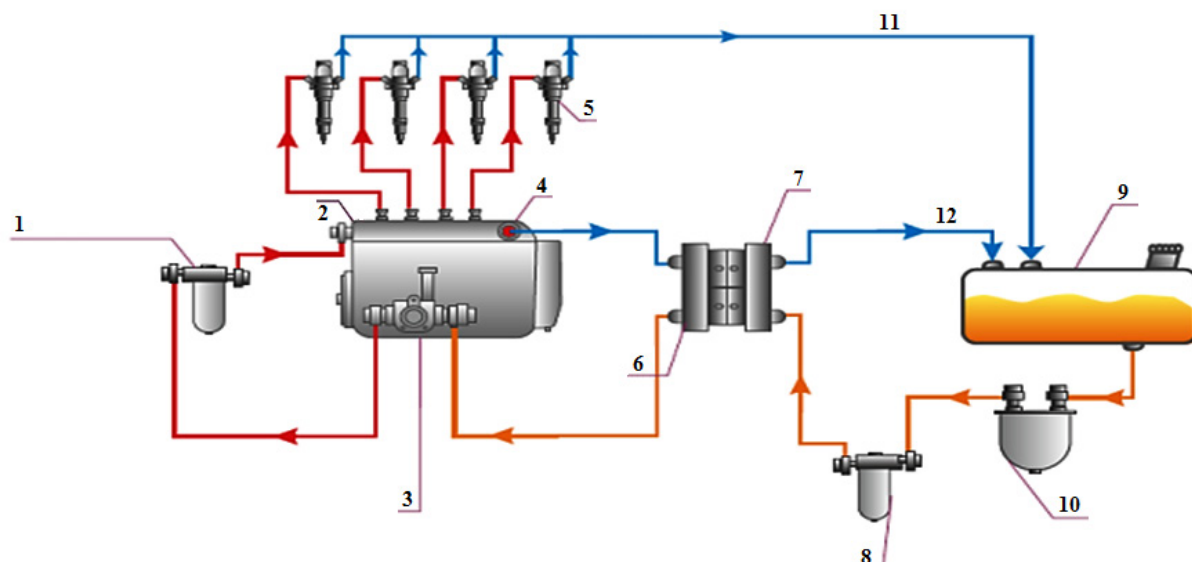

Рис.9 Установка подающей камеры на разрежение
2) Установка подающей камеры производится в топливную магистраль до ТНВД **(на разрежение)**. В данном случае **обязательна установка дополнительного ФТО** (см. рисунок 9).